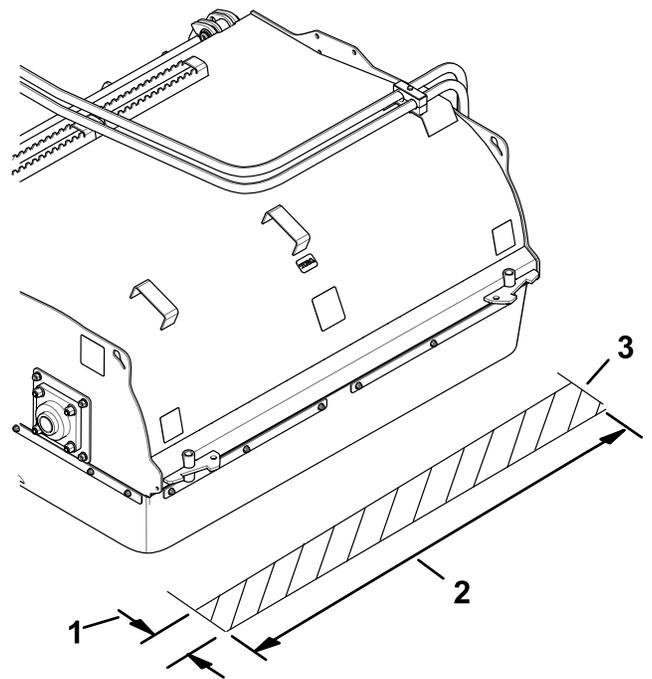

Figure 4
6. Assurez-vous que la bande balayée est égale à la longueur du balai et ne dépasse pas 51 à 102 mm (2 à 4 po) de largeur, comme montré à la Figure 4